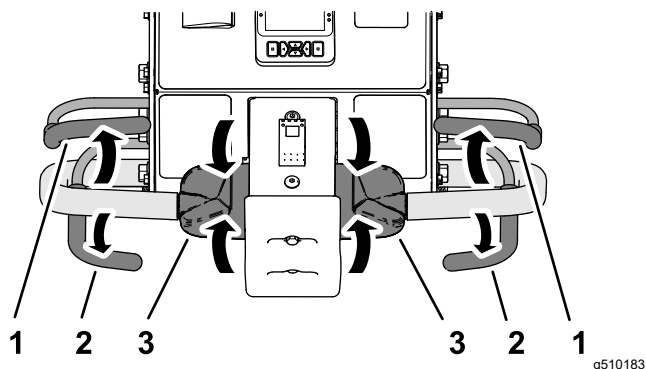

Figure 79
1. Si l'aération est en cours, relâchez la barre de commande d'aération (Figure 79) pour relever la tête d'aération ; voir Levage de la tête d'aération \(page 49\).